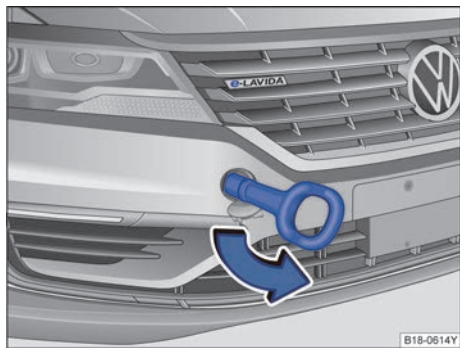

图 132 安装牵引环
- 将牵引环朝箭头方向拧入螺纹孔内，直到限位位置 ⇒ 图 132。